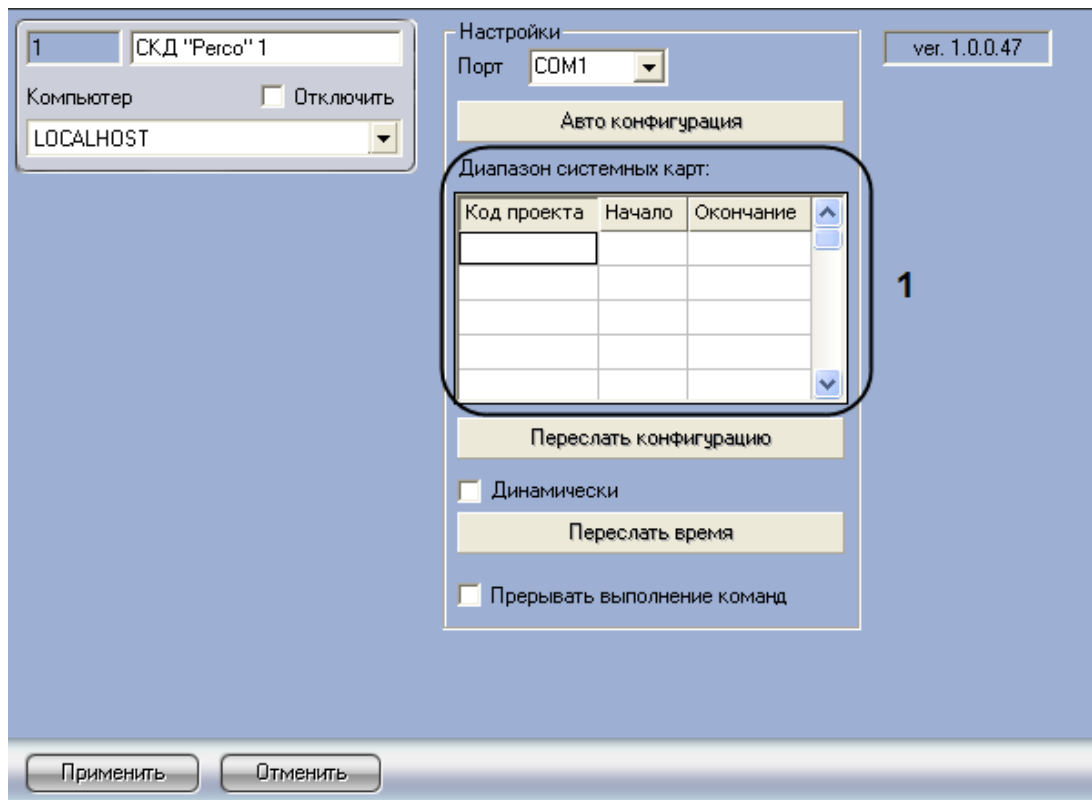

Рис. 3.5—1. Задание диапазона системных карт
- Перейти на панель настроек объекта **СКД Perco** (Рис. 3.5—1).